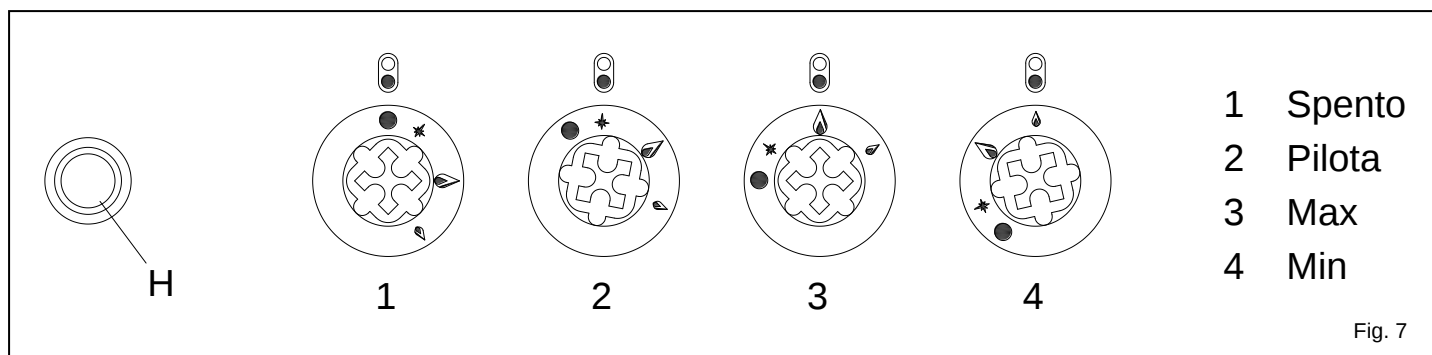

Fig. 7
6.1 Accensione della fiamma pilota (Fig. 7)